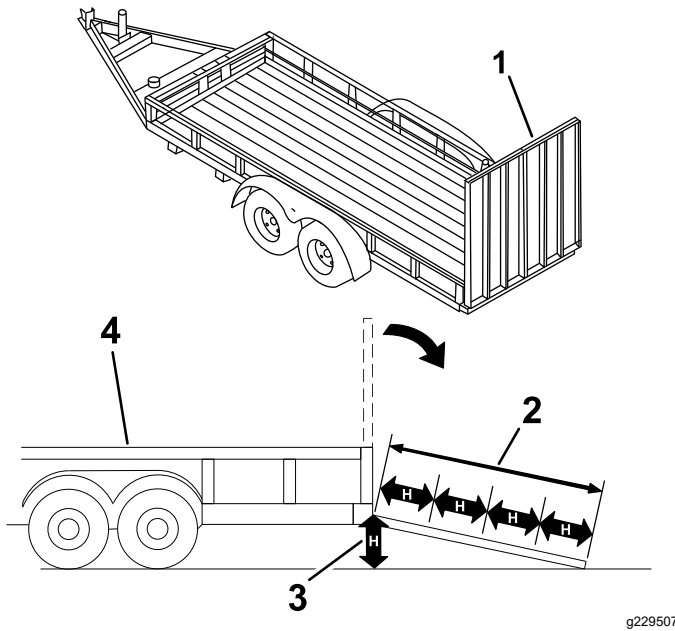

図 30
マシンをトレーラなどに搭載する作業は、機体を転倒させる危険をはらんでおり、万一そのような事故が起こると死亡事故など重大な人身事故となる図 30。
- ランプ板を下ろす図 30。